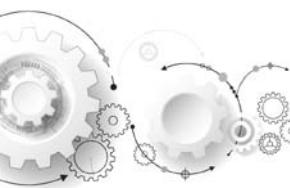

图 3-19 工艺参数设置
(4) 设置加工工艺参数，尤其是对切削深度和行距的设置，如图 3-19 所示。